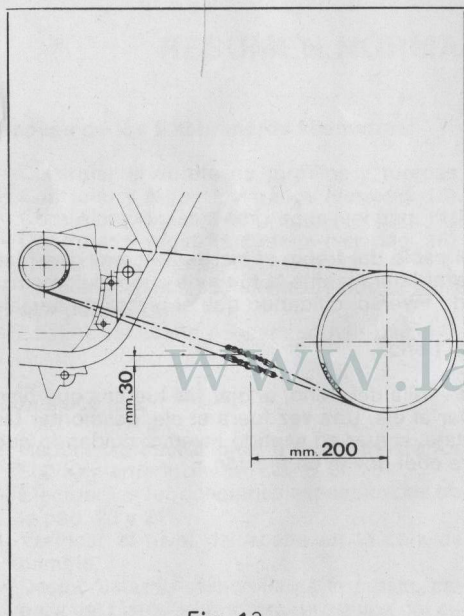

Fig. 13
- Actuar sobre las excéntricas de manera uniforme, hasta obtener en la parte inferior de la cadena, y a la distancia de 200 mm. del eje de la rueda, un desplazamiento vertical de 30 mm. Realizada esta operación, apretar las tuercas de fijación de la rueda (Fig. 13).